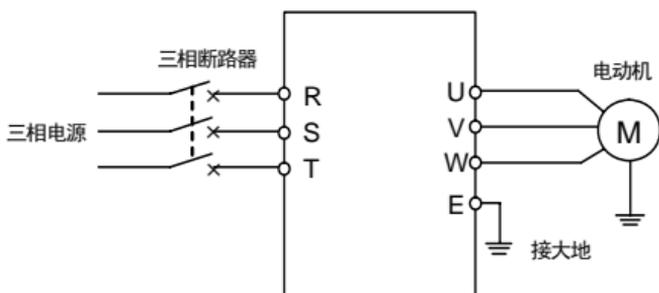

图 4-2 简单运行接线图
- ① 按图 4-2 接线；
- ② 确认接线无误后合上电源开关，接通电源，变频器先显示“P.oFF”，稍后显示“0”；
- ③ 确认频率设定通道为数字设定方式（[F0.00] = 0）；
- ④ 根据变频器拖动电动机的额定铭牌数据，需对参数[F0.12]、[F0.13]进行设置；
- ⑤ 按  键启动变频器，变频器输出 0 频率，显示“0.0”；
- ⑥ 按  键的 UP 功能，增大设定频率，变频器的输出频率增加，电机转速加快；
- ⑦ 观察电机的运行是否正常，若有异常立即停止运行，并断电，查清原因后再运行；
- ⑧ 按  键的 DOWN 功能减小设定频率；
- ⑨ 再按  键停止运行，并切断电源。